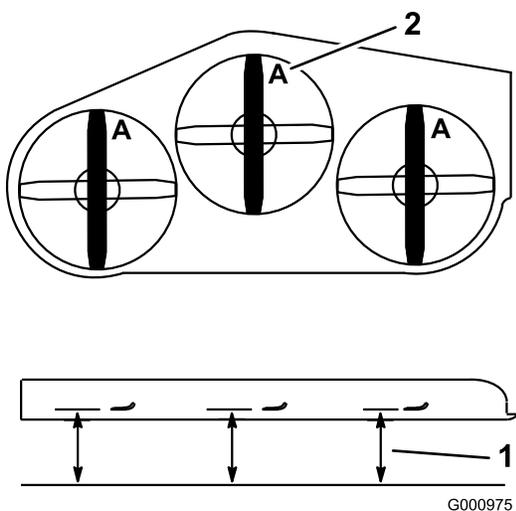

Рисунок 67
2. Измерьте расстояние от горизонтальной поверхности до режущей кромки ножей в положении **A**, (Рисунок 67).